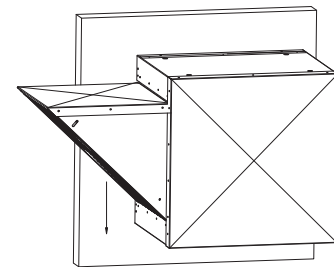

Figura 10: Instalación en la Pared Recomendada
2. **Pared de concreto.** Alrededor de la abertura en la pared, instale un marco de hierro angular de al menos 5.1 cm x 5.1 cm x 0.64 cm (2" x 2" x 1/4") para que coincida con las dimensiones de la base interior del ventilador. Sujételo con anclajes del tipo de cinchas de plomo con pernos no ferrosos, los cuales no se incluyen (3 para cada lado). Luego monte el ventilador (con la admisión hacia abajo) al ángulo de montaje con tornillos autorroscantes para lámina de metal (no incluidos) como se muestra en la Figura 10.
3. **Pared de madera.** Alrededor de la abertura en la pared, instale un marco de madera de al menos 5.1 cm x 10.2 cm (2" x 4") para que coincida con las dimensiones de la base interior del ventilador. Sujételo con los tirafondos del tipo expansión avellanado (no incluidos, 3 para cada lado). Luego monte el ventilador (con la admisión hacia abajo) al marco de montaje con tornillos para madera de cabeza cuadrada (no incluidos) como se muestra en la Figura 10.
- Recomendamos que instale la unidad con la admisión instalada en posición horizontal (solamente hacia la izquierda o la derecha). La admisión debe girarse de modo que los filtros apunten hacia abajo, como se muestra en la Figura 10.